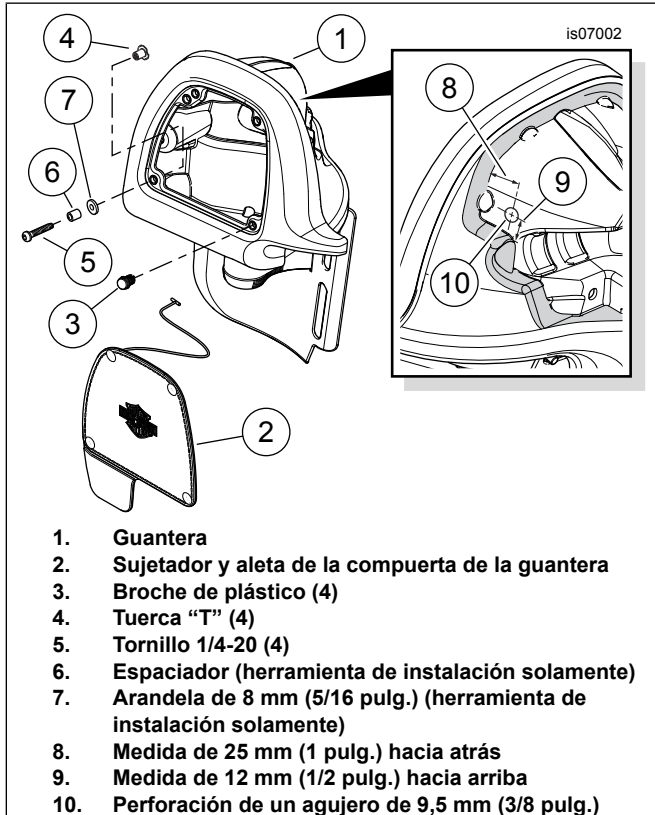

Figura 1. Preparación de la guantera para la instalación del altavoz (se muestra el lado izquierdo)
1. Vea Figura 1. Extraiga la aleta de la compuerta y el sujetador (2) de la guantera (1) de un fuselaje inferior. Corte la parte posterior de los cuatro broches de plástico (3), extráigalos de la parte delantera de la guantera y deséchelos.